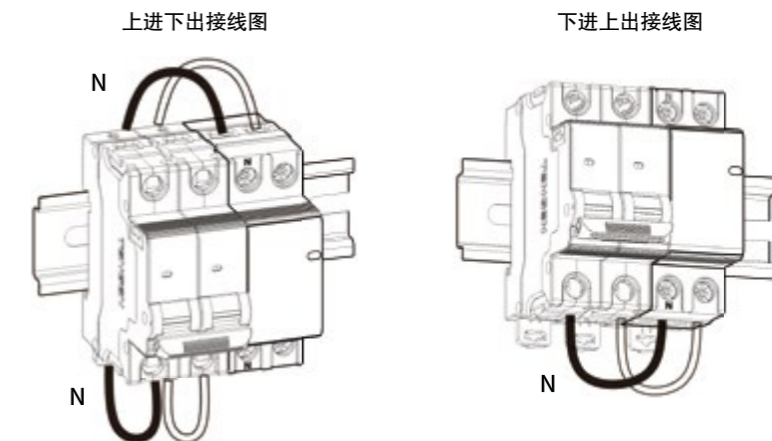

图3 接线示意图
- 6.2 按产品标识的进线端、出线端正确接线，按额定扭矩拧紧螺钉，防止接触不良引起电气故障。接线图见图3。